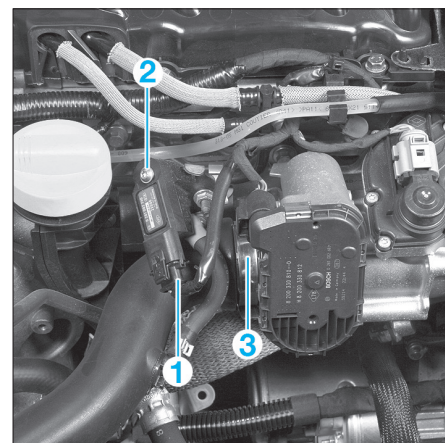

FIG. 12
- le connecteur (1) du capteur de pression de suralimentation (fig. 12).